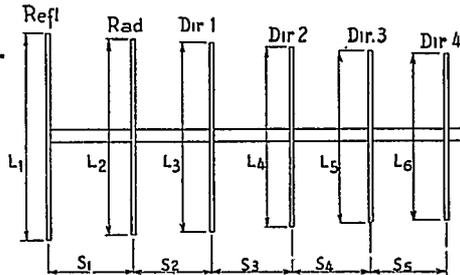

FIGURE 1
a) On veut réaliser une antenne à six éléments prévue pour la réception de Strasbourg suivant le schéma de la figure 1. Cette antenne comporte un réflecteur, un radiateur replié à tubes de diamètres différents et quatre directeurs. Les longueurs des éléments sont : $L_1 = 0,495 \lambda$, $L_2 = 0,47 \lambda$, $L_3 = L_4 = 0,43 \lambda$, $L_5 = 0,42 \lambda$, $L_6 = 0,415 \lambda$.
b) On connaît les dimensions d'une antenne prévue pour Paris-Lille avec $\lambda = 1,66$ m. Il s'agit d'une antenne à 5 éléments analogue à celle de la figure 1, mais avec le directeur 4 supprimé et des dimensions et écartements différents. Les valeurs pour Paris-Lille sont : $L_1 = 83$ cm, $L_2 = 79$ cm, $L_3 = 76$ cm, $L_4 = 73$ cm, $L_5 = 70$ cm, $S_1 = 24,9$ cm, $S_2 = 16,6$ cm, $S_3 = 16,6$ cm, $S_4 = 16,6$ cm. Le radiateur est un folded replié à tubes de diamètres inégaux, comme celui de la figure 2 dont les valeurs sont $d_1 = 5$ mm, $d_2 = 20$ mm, $D = 17,5$ m. Câble de 75Ω . Les dimensions C sont de 1 à 4 cm valeur non critique.